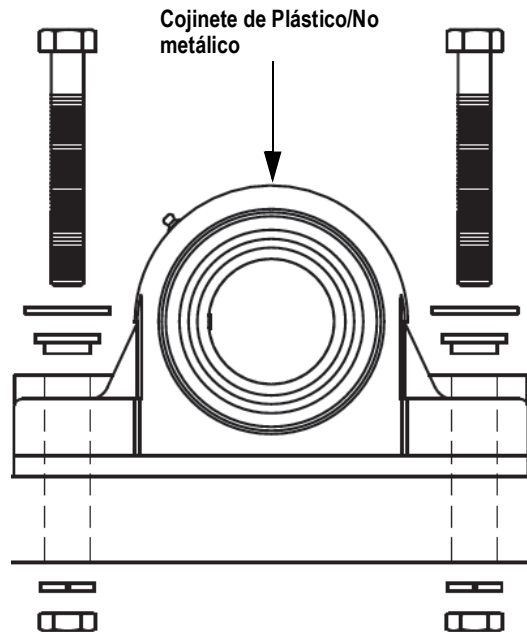

Figura 2-4. Método de Cojinetes de Plástico
La Figura 2-4 muestra el método recomendado por Rice Lake Weighing Systems, siendo el método más sencillo. Requiere que se cambien los cojinetes al final del lado opuesto al motor, por unos de plástico/no metálicos.
- Si se emplea el Método de Cojinetes de Plástico, (Figura 2-4 on pagina 8), la masa del cojinete es metálica y está aterizada.